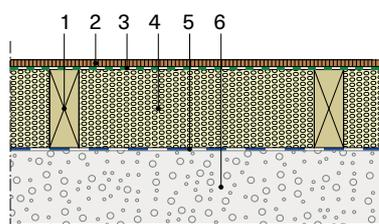

Fig. 3 Isolation sur plancher : isolants en vrac (vue 2D).
5. fixer les panneaux de circulation sur les solives (voir figure 3).